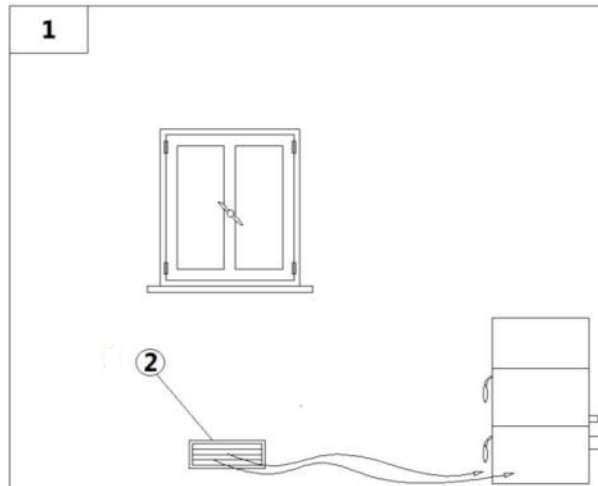

Fig. 6 - Direkte Luftzufuhr
LEGENDE Fig. 6 auf S. 10
- Die Luftzufuhr zwischen der Außenseite und dem Raum kann direkt durch die Öffnung auf der Außenwand des Raumes erfolgen (siehe **Fig. 6 auf S. 10**).